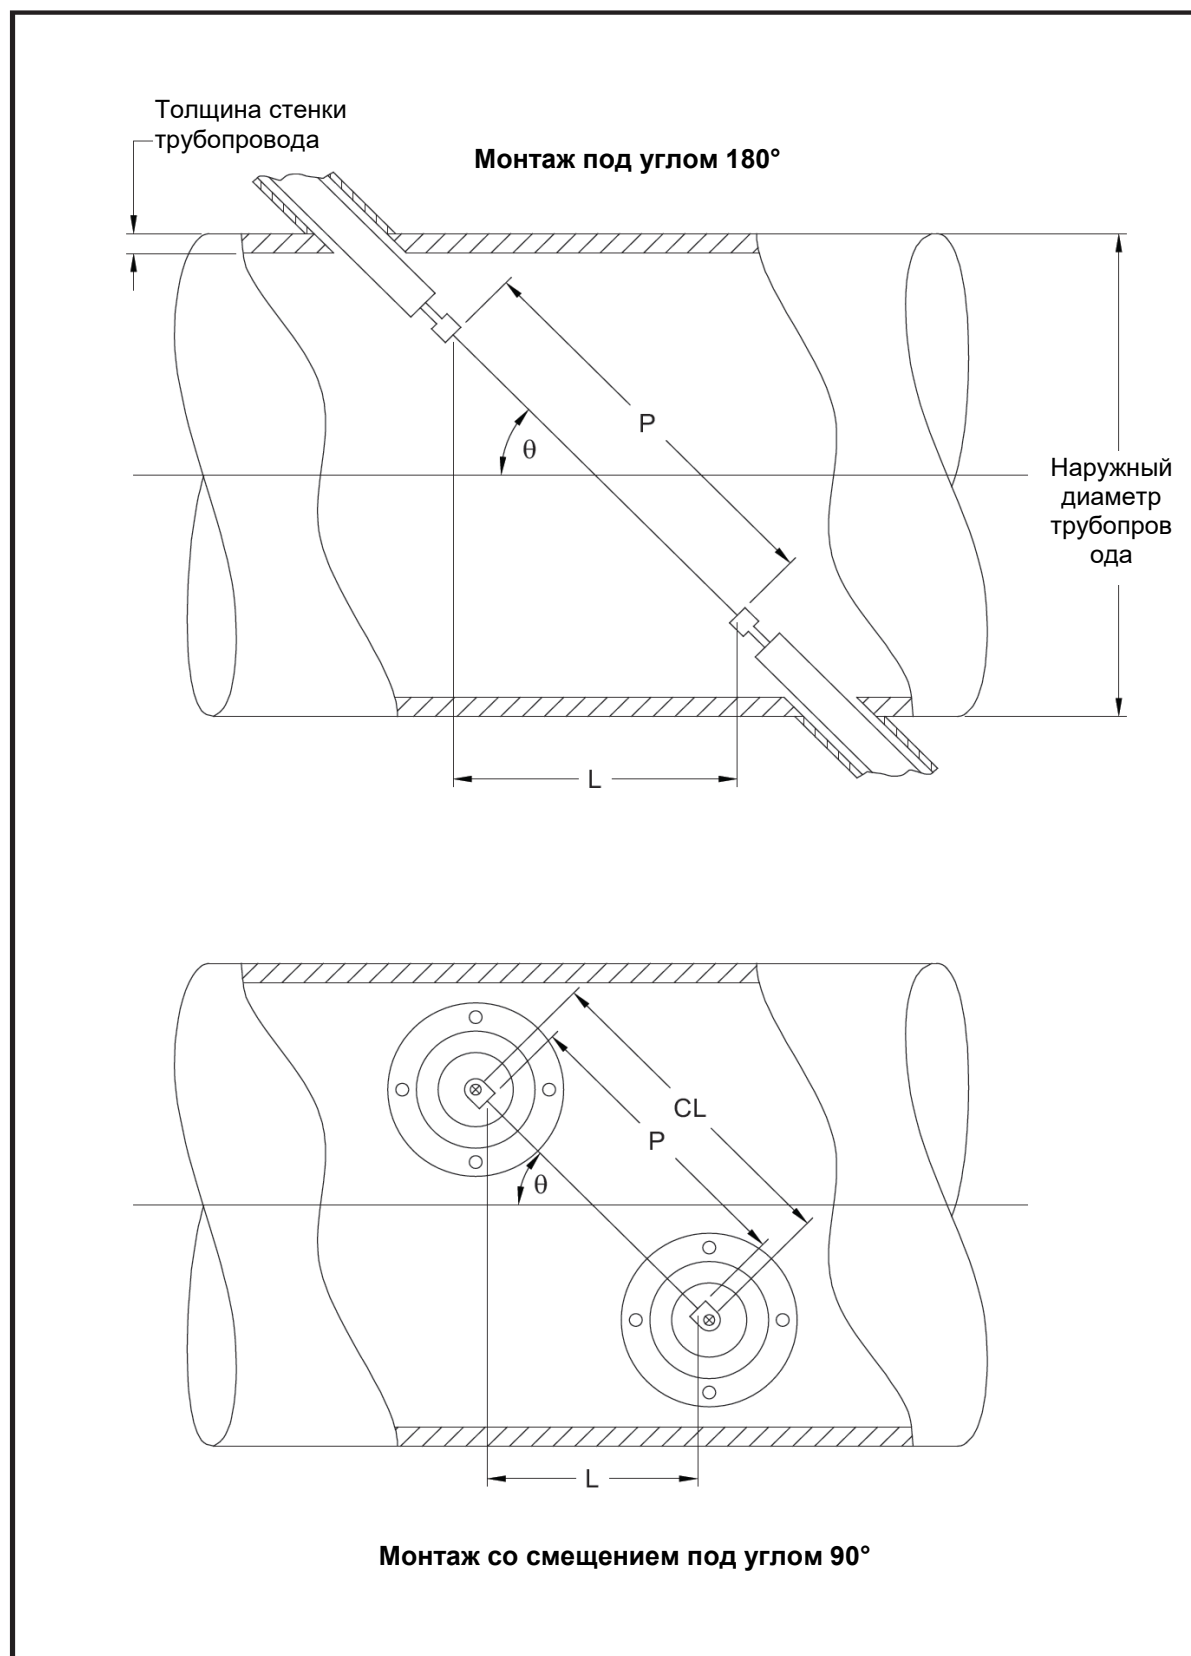

Рис. 17. Установленные преобразователи (вид сверху)
Точность запрограммированных значений P и L имеет большое значение для точности измерения расхода. Если проточную ячейку для системы поставляет Panametrics, точные значения будут указаны в документации, входящей в комплект поставки. Для преобразователей, установленных на существующей трубе (см. рис. 17 на стр. 58), значения P и L должны измеряться на месте. В данном приложении содержатся инструкции о том, как правильно определить эти размеры.
Там где это возможно, измерьте расстояние между торцами (P) и осевое расстояние (L) между центрами плоских торцов преобразователей. Правильные измеряемые расстояния в стандартной установке показаны на рис. 17 на стр. 58.
Если преобразователи монтируются со смещением под углом 90° , иногда возникает ситуация, когда единственными известными параметрами являются угол преобразователя (θ) и расстояние между осями корпусов преобразователей (CL). В таком случае можно рассчитать расстояния P и L, объединив приведенную выше первую формулу с приведенной ниже второй формулой (см. рис. 17 на стр. 58):